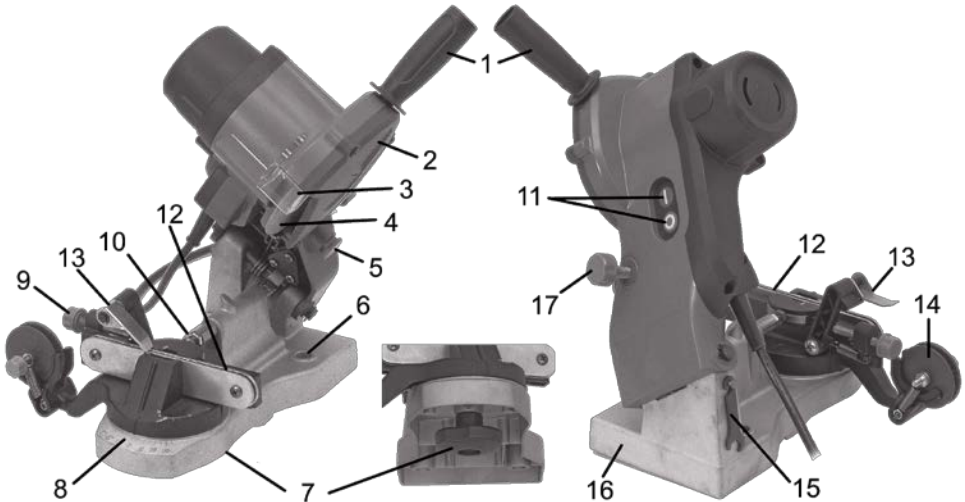

Рисунок 1
4.4.1 Послабте фіксатор (7, рис. 1 та 5), встановіть поворотний стіл у нейтральне положення так, щоб стрілка покажчика знаходилася навпроти значення «0» (8, рис. 1 та 3), затисніть фіксатор (7). Послабте контргайку (18) та гвинт фіксації ланцюга (10), щоб розтиснулися напрямні (12, рис. 1 та 3) вузла фіксації ланцюга. Встановіть ланцюг напрямними ланками в паз струмка напрямної опори (12) вузла фіксації ланцюга таким чином, щоб зубці ланцюга заточеними краями були спрямовані вправо. Переконайтеся в тому, що ланки ланцюга вільно звисають та не чіпляються за сторонні предмети і не торкаються електродротів.
4.4.2 Не вмикаючи двигун станка, візьміть за руків'я (1, рис. 1), натисніть на кнопку швидкого налаштування глибини заточування (5, рис. 1) і підведіть точильну головку з абразивним диском (4) впритул до ланцюга так, щоб диск потрапив у проточення перед робочою поверхнею різального крайки зуба ланцюга, відпустіть кнопку (5). Притискаючи точильну головку за руків'я до обмежувача, обертанням гвинта обмежувача глибини занурення заточувального диска встановіть точну глибину заточування так, щоб абразивний диск трохи не доходив до дна проточування зуба ланцюга.
4.4.4 Увімкніть виріб, акуратно підведіть абразивний диск до ланцюга, за допомогою гвинта регулювання положення відкидного упору (9, рис. 1 та 3) встановіть необхідну величину зняття металу з передньої поверхні різальної крайки зубця, який загострюється, зафіксуйте це положення контргайкою гвинта. Поверніть заточувальну головку у вихідне положення. Послабте напрямні опори вузла фіксації ланцюга (12) гвинтом (10) для розблокування ланцюга. Зробіть позначку на перший заточений зуб ланцюга маркером або фломастером.